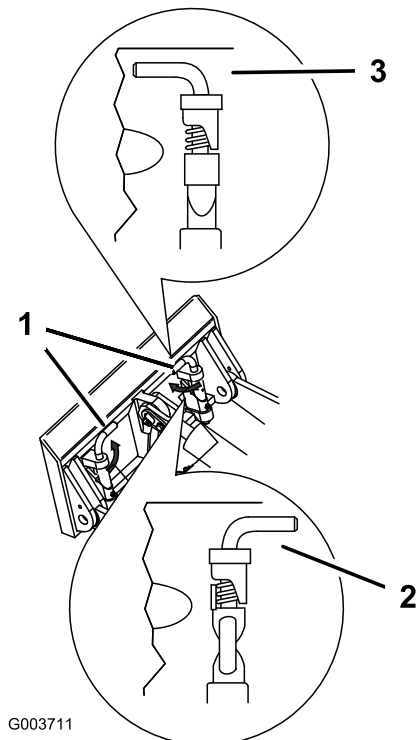

Bild 20
7. Lassen die Schnellbefestigungsstifte eingreifen und stellen Sie sicher, dass sie vollständig in der Befestigungsplatte sitzen (Bild 20).